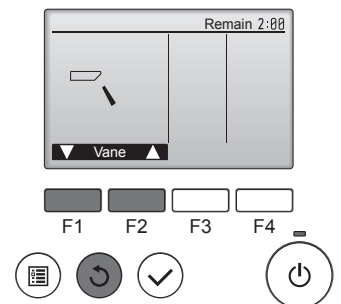

Fig. 7-4
- ② 按下 [SELECT] 按鈕顯示葉片運轉畫面，然後按下 [F1] 與 [F2] 按鈕檢查自動葉片。（Fig. 7-4）